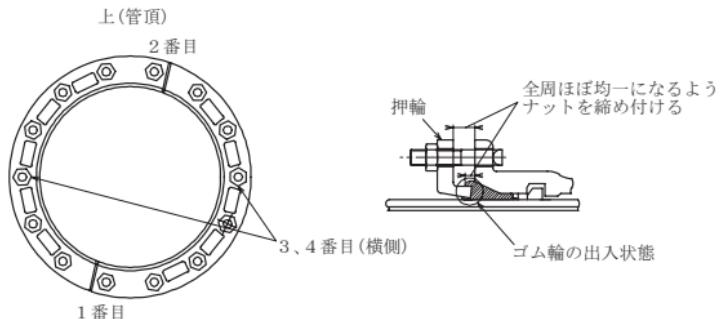

図 20 ボルト・ナットの締め付け
- ① 最初に管底の押輪分割部近くのナットを締める（図 20 の下）管底部は受口と挿し口との隙間が比較的狭くなる傾向にあるため、必ず先行して締め付ける（図 20 の 1 番目）。
- ② 2 番目に管頂の分割部付近のボルト・ナットを締めつける（図 20 の上）
- ③ 3 番目に管の横側に位置するナットを締めつける（図 20 の 3 ・ 4 番目）。
- ④ 以降、ほぼ対称に位置にあるナットを交互に締め付ける（対角締め）。